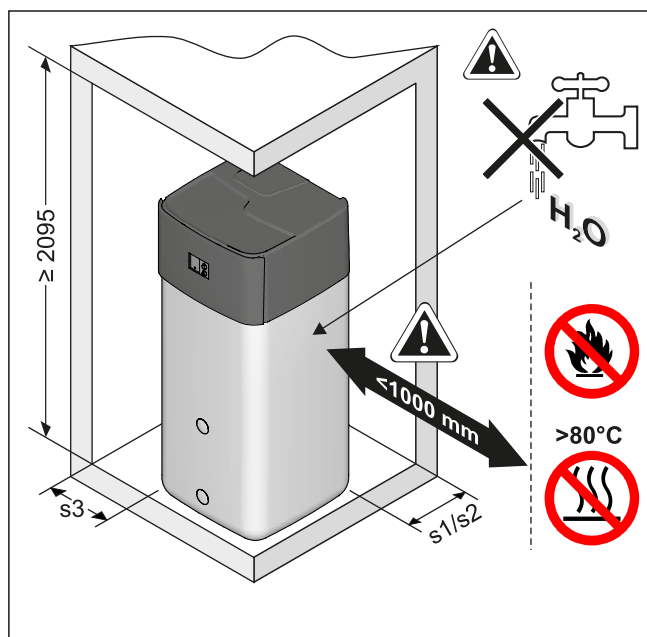

Fig. 4-10 Distancias mínimas para el emplazamiento de la GCU compact (consultar las medidas en Tab. 4-1)
- No almacenar ni utilizar sustancias que se inflaman o prenden con facilidad cerca de la GCU compact (distancia mínima 1 m, véase Fig. 4-10).